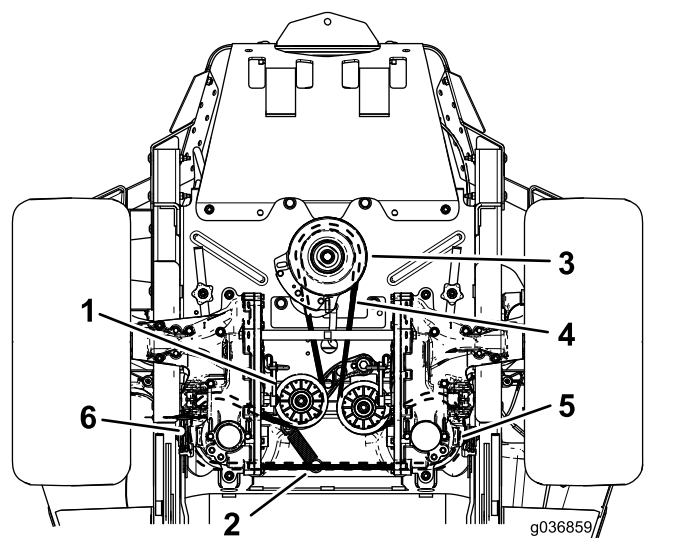

Рисунок 65
6. Снимите пружину натяжного шкива со штыря (Рисунок 65).
8. Проложите новый ремень вокруг шкива двигателя и 2 шкивов гидравлических насосов (Рисунок 65).